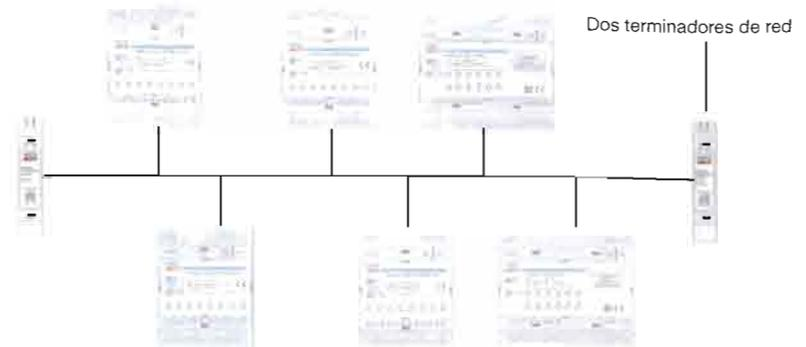

Fig. 9.21. Topología de bus.
- La expansión y reconfiguración de una red en bus es muy sencilla y permite instalar un nuevo nodo o cambiar su ubicación sin modificar el resto de la red (Fig. 9.21).